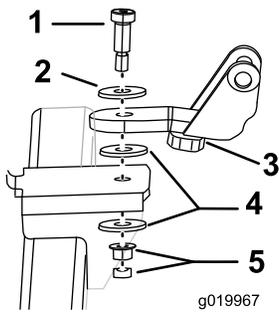

Figura 2
2. Retire y deseche las fijaciones que sujetan el soporte al accesorio (Figura 2). Deseche el soporte.